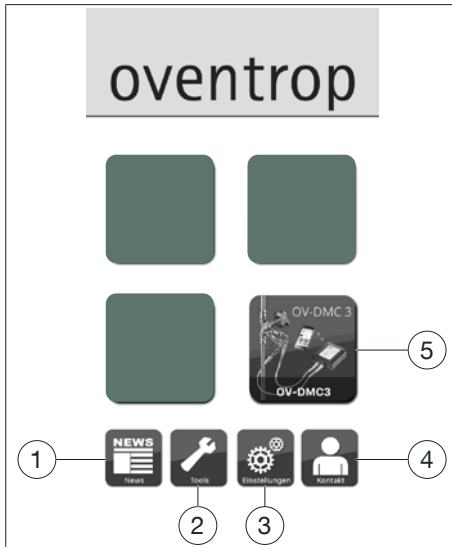

Fig. 1: Page d'accueil
- Sélectionner le bouton «OV-DMC 3» (voir Fig. 1 en page 18).